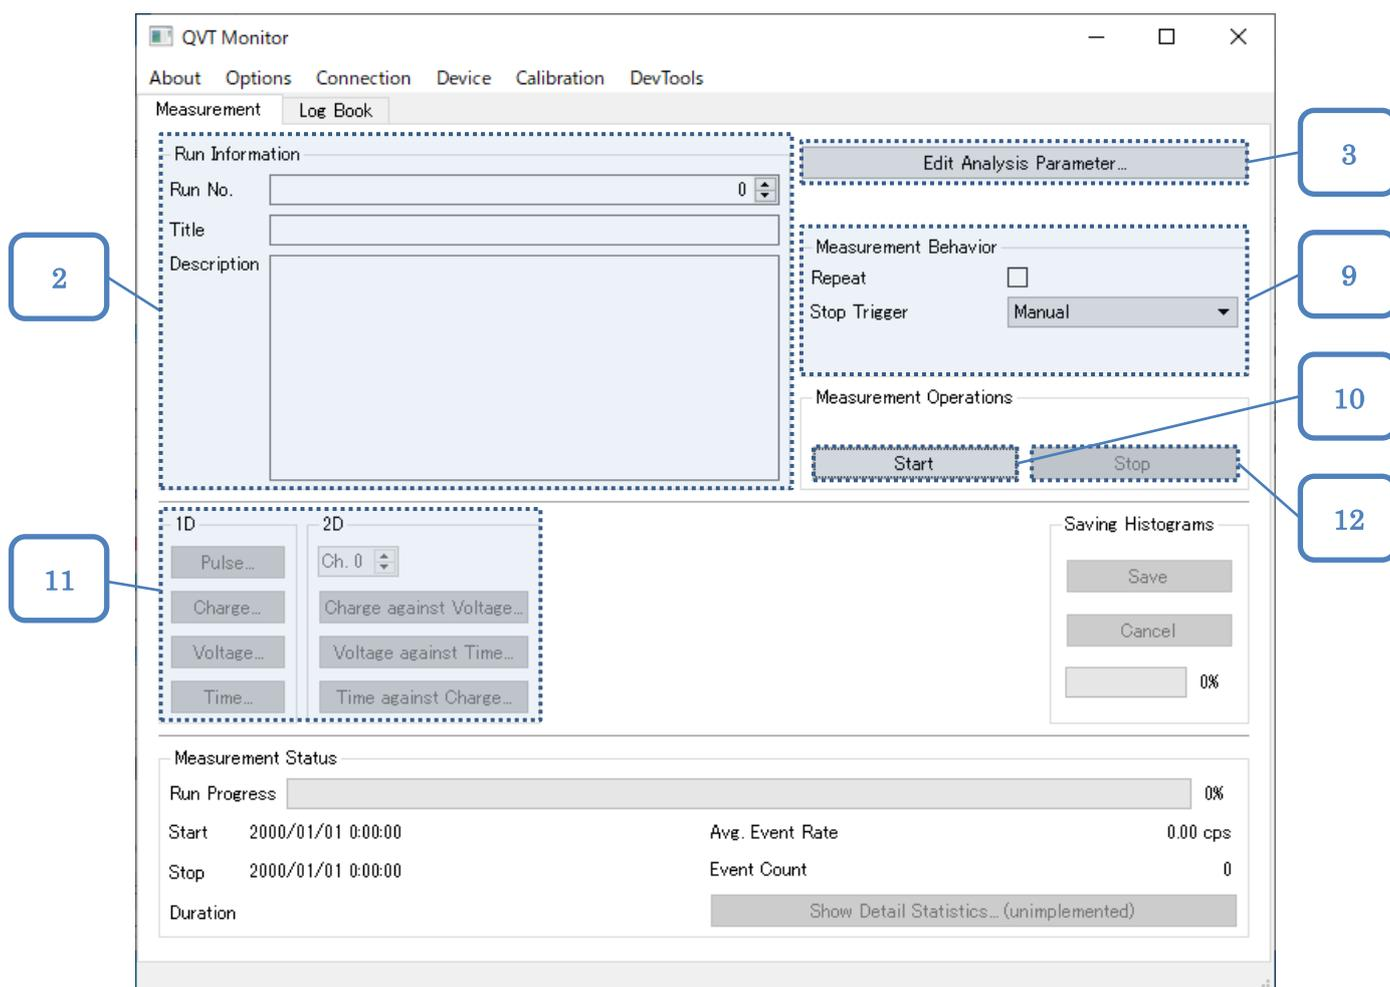

図 6-9. [Measurement]タブ
- ① [QVT Monitor]ウィンドウの[Measurement]タブを表示します。図 6-9 の番号は、以下の手順の番号に対応しています。